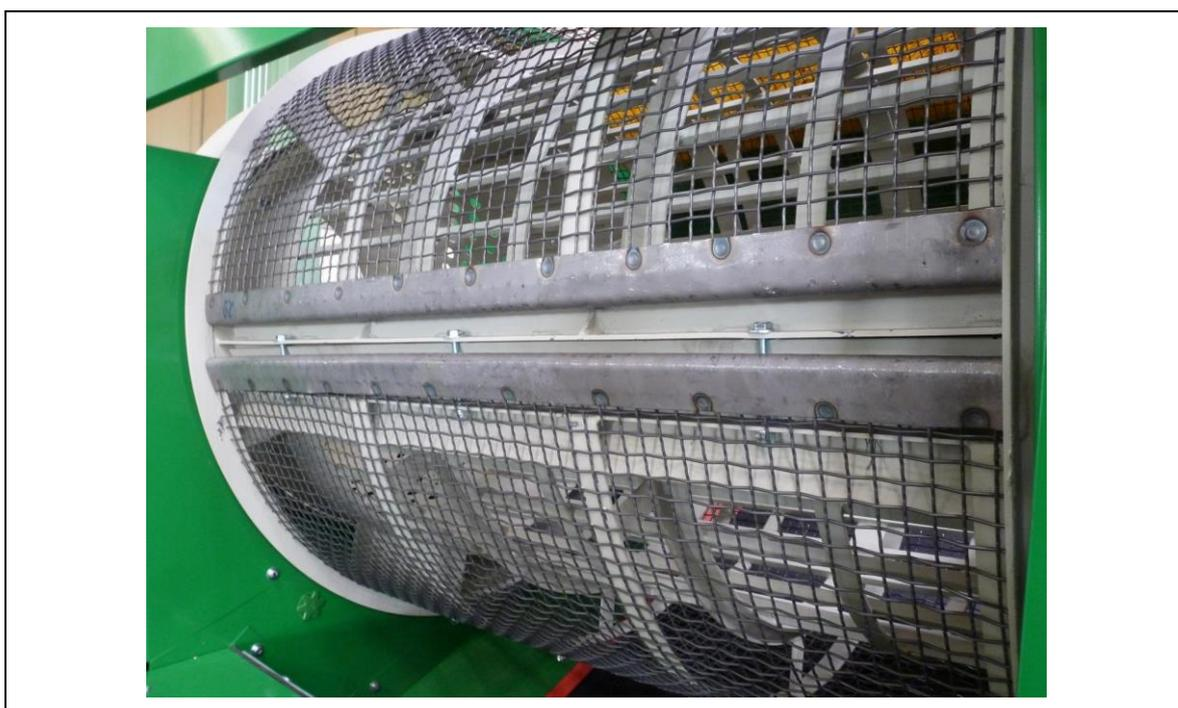

Fig. 11-3: Estação de tensionamento da peneira externa
8. Estique a extremidade da tela da peneira na estação de esticamento com a alavanca de montagem e aplique o aperto nos parafusos. (veja a Fig. 11.3)